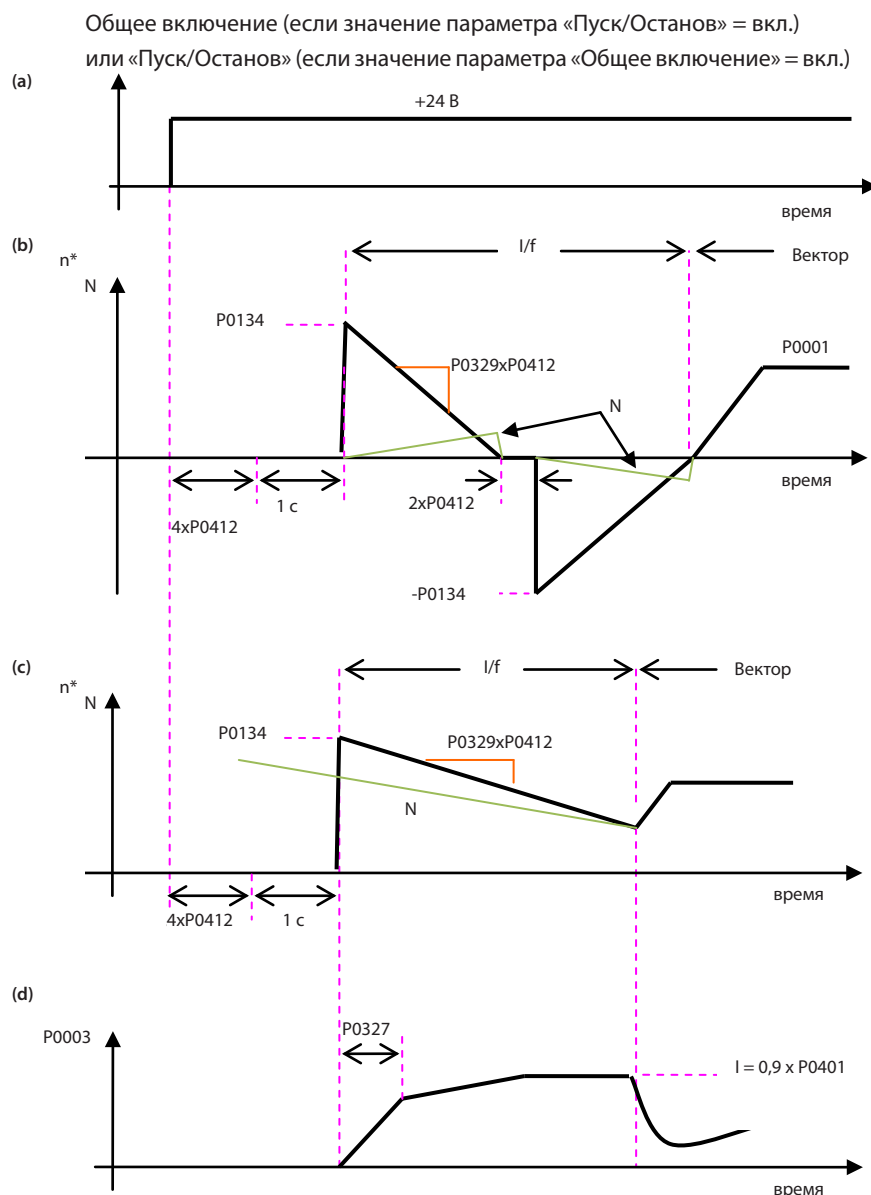

Рис. 12.6 (a)–(d). Влияние параметров P0327 и P0329 в процессе пуска с хода (P0202 = 3)
Работу функции пуска с хода (FS) в бессенсорном режиме при разгоне и замедлении можно понять, ознакомившись с рис. 12.6.
На рис. 12.6 (b) представлена работа уставки скорости при активировании функции пуска с хода при остановленном вале двигателя и низком значении P0329 (без оптимизации).
На рис. 12.6 (c) показана уставка скорости при активировании функции пуска с хода, если вал двигателя уже запущен в нужном направлении или вал остановлен при оптимизированном значении P0329.